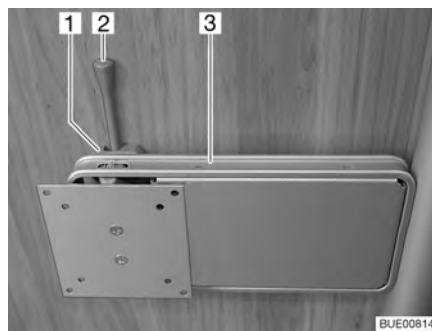

Fig. 52 Fijación en la columna
- Empujar la palanca de desbloqueo (Fig. 52,2) hacia el lado y girar el soporte (Fig. 52,3) junto con la pantalla plana a la posición deseada.
- Girar la pantalla plana hacia la posición inicial hasta que el soporte (Fig. 52,3) engatille en el bloqueo (Fig. 52,1).